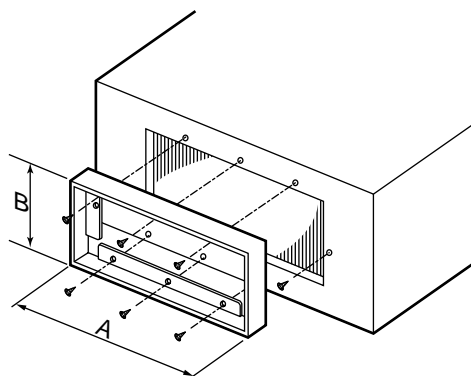

Abb. 1
- ① Befestigen Sie den Flansch mit 6 Schrauben an die Luftaustrittsöffnung der Raumeinheit. (Abb. 1)
- ② Passen Sie den Lüftungskanal an die Innenmaße des Flansches an. $A \times B$.